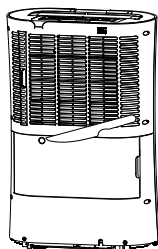

Fig. 4
- Fjern avløpsdekselet (10) fra døren (8) (fig. 4). Fjerning av vanntanken (9) på forhånd vil gi bedre tilgang.